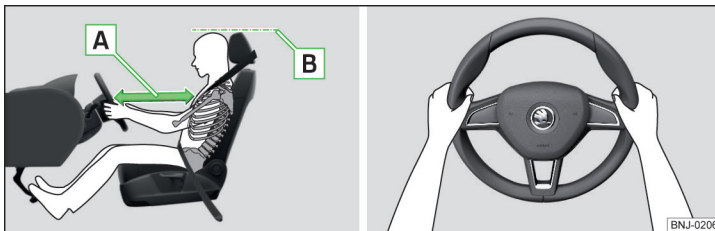

Abb. 2 Richtige Sitzposition des Fahrers / Richtige Lenkradhaltung
- Das Lenkrad so einstellen, dass der Abstand **A** zwischen Lenkrad und Brustbein mindestens 25 cm beträgt » Abb. 2.
- Die Kopfstütze so einstellen, dass die Oberkante der Kopfstütze sich möglichst auf einer Höhe mit dem oberen Teil Ihres Kopfes befindet **B** » Abb. 2 (gilt nicht für Sitze mit integrierter Kopfstütze).
- Während der Fahrt das Lenkrad mit beiden Händen seitlich am äußeren Rand in der „9-Uhr“- und „3-Uhr“-Position festhalten » Abb. 2. Niemals das Lenkrad in der „12-Uhr“-Position oder in einer anderen Art und Weise festhalten (z. B. in der Lenkradmitte, am inneren Lenkradrand u. Ä.). Beim Auslösen des Fahrer-Airbags könnte man sich schwere Verletzungen an Armen, Händen und Kopf zuziehen.
- ✓ Die Kopfstütze so einstellen, dass die Oberkante der Kopfstütze sich möglichst auf einer Höhe mit dem oberen Teil Ihres Kopfes befindet **B** » Abb. 2 auf Seite 9 (gilt nicht für Sitze mit integrierter Kopfstütze).
- ✓ Die Kopfstütze so einstellen, dass die Oberkante der Kopfstütze sich möglichst auf einer Höhe mit dem oberen Teil des Kopfes befindet [B] » Abb. 2 auf Seite 9.